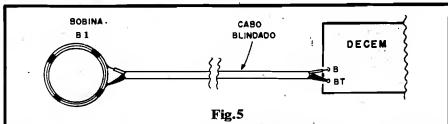

Fig.5
- **FIG. 5 - LIGANDO A BOBINA "B1" COM CABO BLINDADO** - Conforme foi dito no item anterior, a eventual ligação da bobina em posição não muito próxima à placa, requererá conexão por cabo blindado, de modo a evitar a captação de interferências não desejadas (caso em que o próprio cabo de ligação passaria a agir como um "captador secundário" de campos eletro-magnéticos próximos, atrapalhando bastante os ajustes de SENSIBILIDADE DO DECEM). A figura mostra como o condutor "vivo" e o "terra" (malha) devem ser ligados aos extremos da bobina B1 e aos correspondentes pontos na placa...